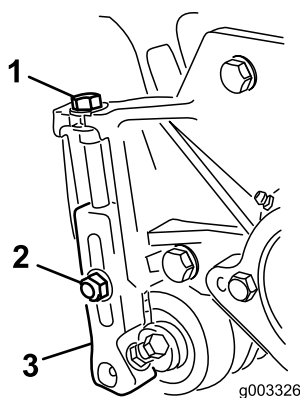

Figure 10
3. Desserrez les contre-écrous qui fixent les supports de hauteur de coupe aux plaques latérales du plateau de coupe (Figure 10).